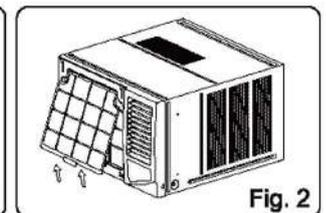

Fig. 2
3. Sujete la pestaña en el extremo del filtro, levántela y luego empújela hacia usted. saque el filtro (ver Fig.2)
1. Inserte el filtro de aire en la ranura del marco desde arriba hacia abajo. (Ver Fig.2)